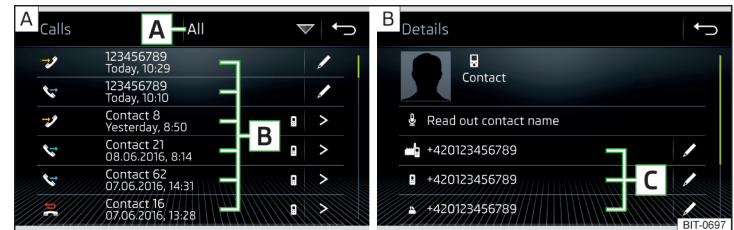
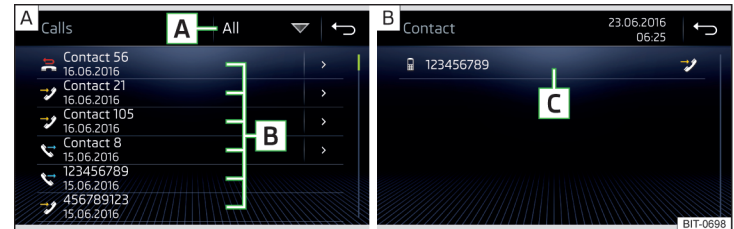

Abb. 202 Infotainment Columbus, Amundsen, Bolero: Anrufliste / Kontakt-detail
Abb. 203 Infotainment Swing: Anrufliste / Kontakt-detail
- › Im Hauptmenü *Telefon* die Funktionsfläche  antippen, es wird eine Anrufliste angezeigt » Abb. 202 bzw. » Abb. 203 - **A**.